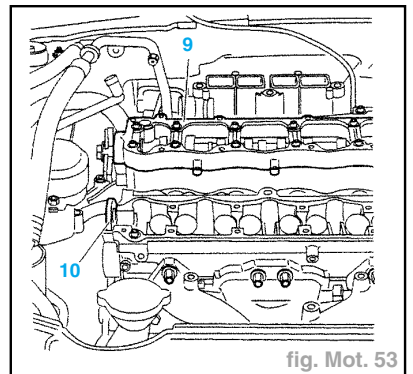

fig. Mot. 53
- Attention :** Desserrer les vis de fixation du carter-chapeau d'arbres à cames (9) progressivement et en spirale, en commençant par l'extérieur, de manière à le décoller de quelques millimètres de son plan de joint (fig. Mot. 53).